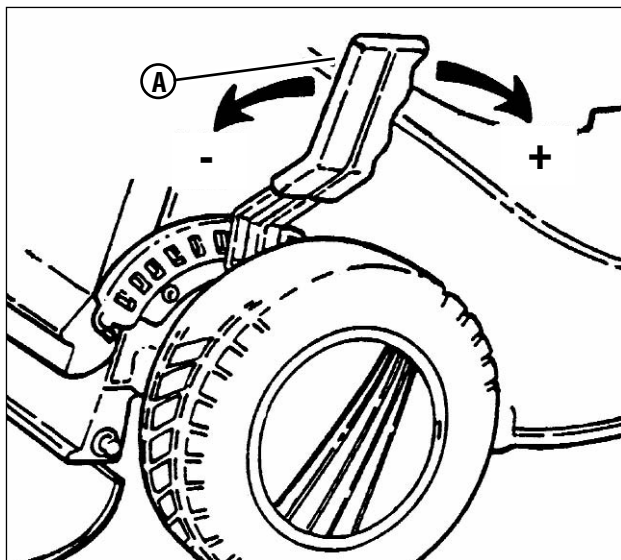

Figure 6 : Réglage de la hauteur de coupe
1. Dégagez le loquet (A, Figure 6) en le poussant et positionnez-le sur la hauteur de coupe désirée.